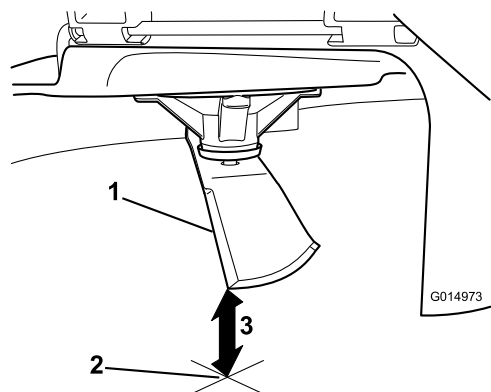

Figura 68
5. Misurate dalla punta della lama alla superficie piana (**Figura 68**).